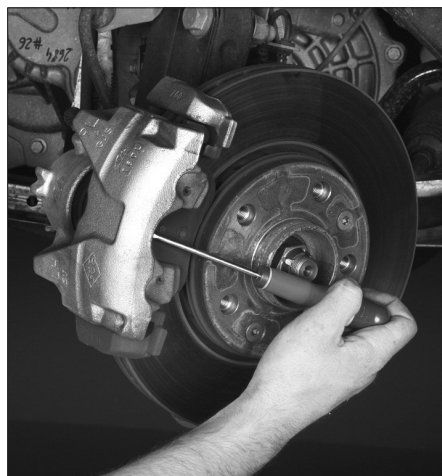

FIG. 2
- Faire levier avec un tournevis inséré entre la plaquette extérieure et l'étrier afin de créer un léger jeu (Fig.2).